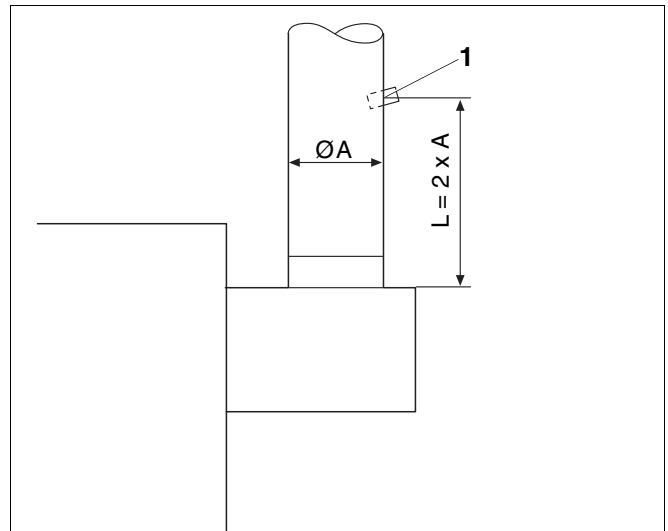

Abb. 31 Messstelle im Abgasrohr
- Bringen Sie im Abgasrohr an der dem Kessel abgewandten Seite eine Bohrung an (Abb. 31, **Pos. 1**).
- Führen Sie alle Messungen an der Messstelle im Abgasrohr (Abb. 31, **Pos. 1**) durch.